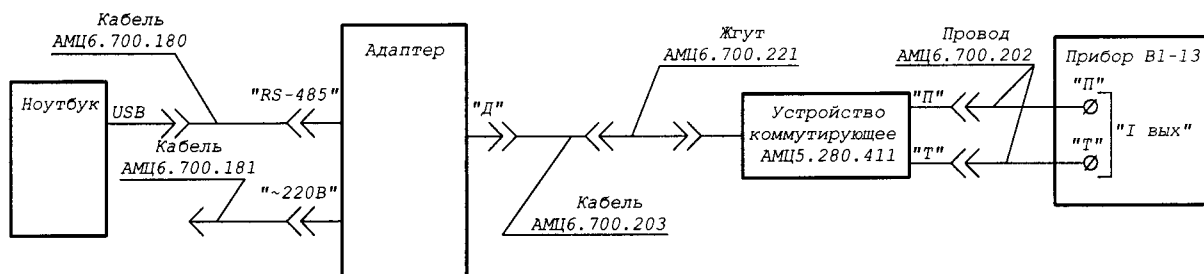
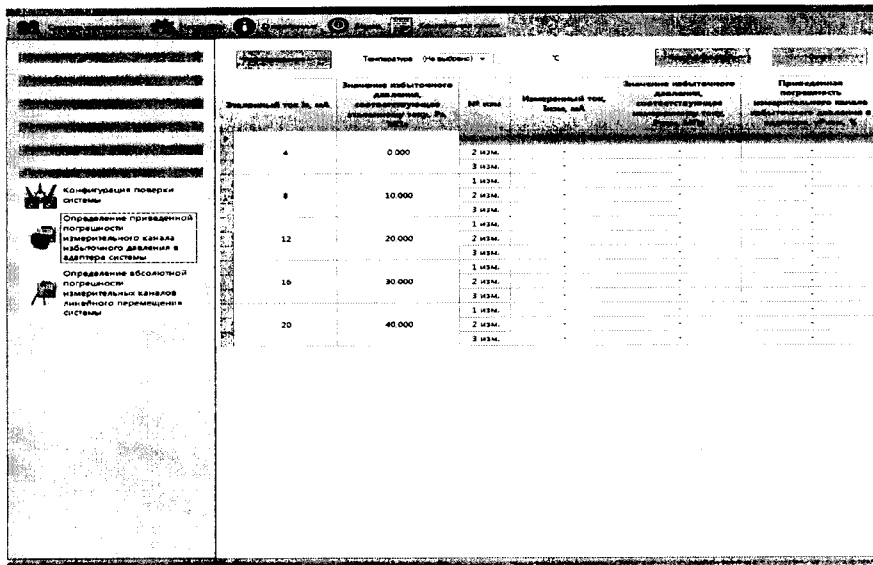
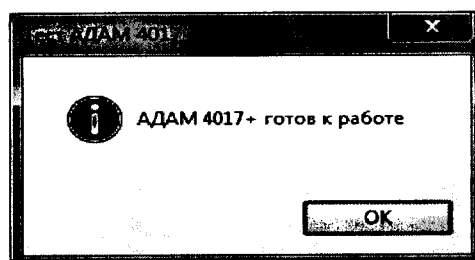
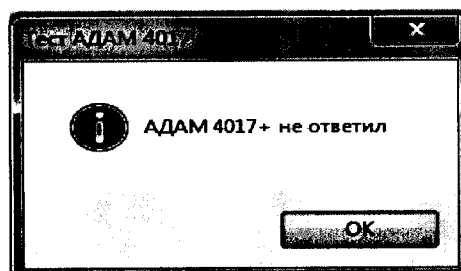

Рисунок 1 - Схема подключения адаптера для проведения опробования и проверки измерительного канала избыточного давления в адаптере
Рисунок 12 - Задача "Определение приведенной погрешности измерительного канала избыточного давления в адаптере системы" - рабочая область
Рисунок 13 - Информационное сообщение при положительном результате самоконтроля
Рисунок 14 - Информационное сообщение при отрицательном результате самоконтроля
4.3.4.1 Включить тумблер «СЕТЬ» питания адаптера (Рисунок 1), убедиться в том, что светится светодиодный индикатор наличия напряжения. Выдержать адаптер включенным в течение 30 минут.
рительного канала избыточного давления в адаптере системы», после чего отобразится рабочая область задачи (Рисунок 12).
4.3.4.3 В рабочей области задачи из выпадающего списка столбца «Температура» (Рисунок 12) выбрать нужный температурный режим - «НКУ», в имеющемся текстовом поле «°C» вести температуру окружающего воздуха в лаборатории, где проводится поверка системы.
4.3.4.4 Для запуска самоконтроля аппаратуры (адаптера) необходимо нажать кнопку «Тест АДАМ 4017+» (Рисунок 12). После выполнения самоконтроля на экране появится сообщение, определяющее состояние аппаратуры контроля - «АДАМ 4017+ готов к работе» (Рисунок 13) или «АДАМ 4017+ не ответил» (Рисунок 14), после чего нажать кнопку «ОК».
4.3.4.6 В рабочей области задачи нажать левой кнопкой мыши на строку измерения №1 эталонного тока 4 мА, в которой произойдет изменение цвета строки (Рисунок 12). Изменение цвета строки указывает, на то, где будет производиться отображение результатов измерения.
4.3.4.7 Нажать кнопку «СБРОС» на приборе В1-13, затем включить его питание. Установить переключатель на устройстве коммутирующем АМЦ5.280.411 (Рисунок 1) в положение «5». Переключателями на приборе В1-13 задать значение эталонного тока равным 4 мА, нажать кнопку ПУСК. Сделать выдержку 5 с, запустить процесс измерения тока и определения приведённой погрешности измерения избыточного давления в адаптере системы, нажав кнопку «Измерение» в рабочей области задачи (Рисунок 12). После получения результатов измерений, программа автоматически перейдет на строку измерения №1 эталонного тока 8 мА. Нажать кнопку «СБРОС» на приборе В1-13.